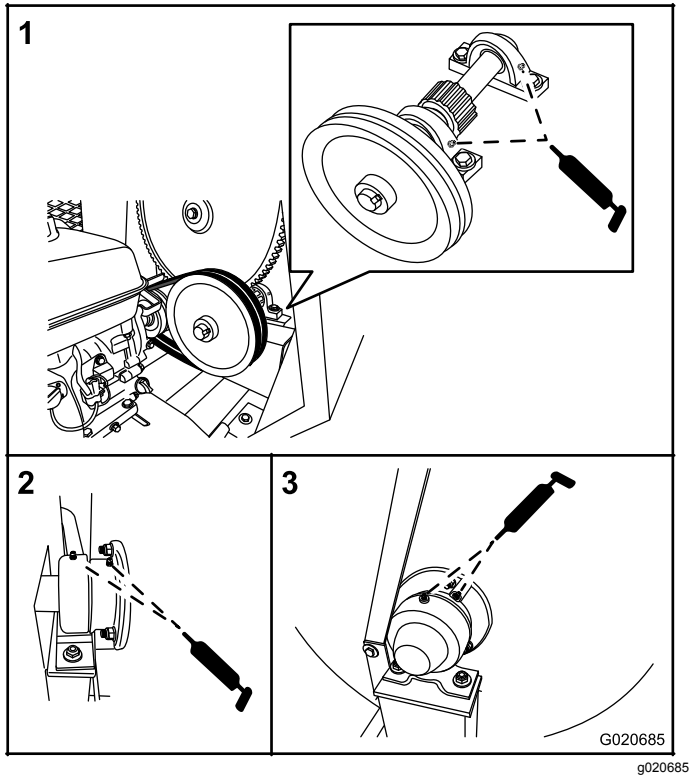

Figura 42
2. Limpie la zona alrededor de cada engrasador con un trapo y retire el tapón de plástico del engrasador (Figura 42).
- Portacojinetes: 1 aplicación de grasa en cada engrasador (Figura 42).
- Soportes de giro: bombee grasa varias veces en cada engrasador hasta que empiece a rezumar de la carcasa del cojinete (Figura 42).